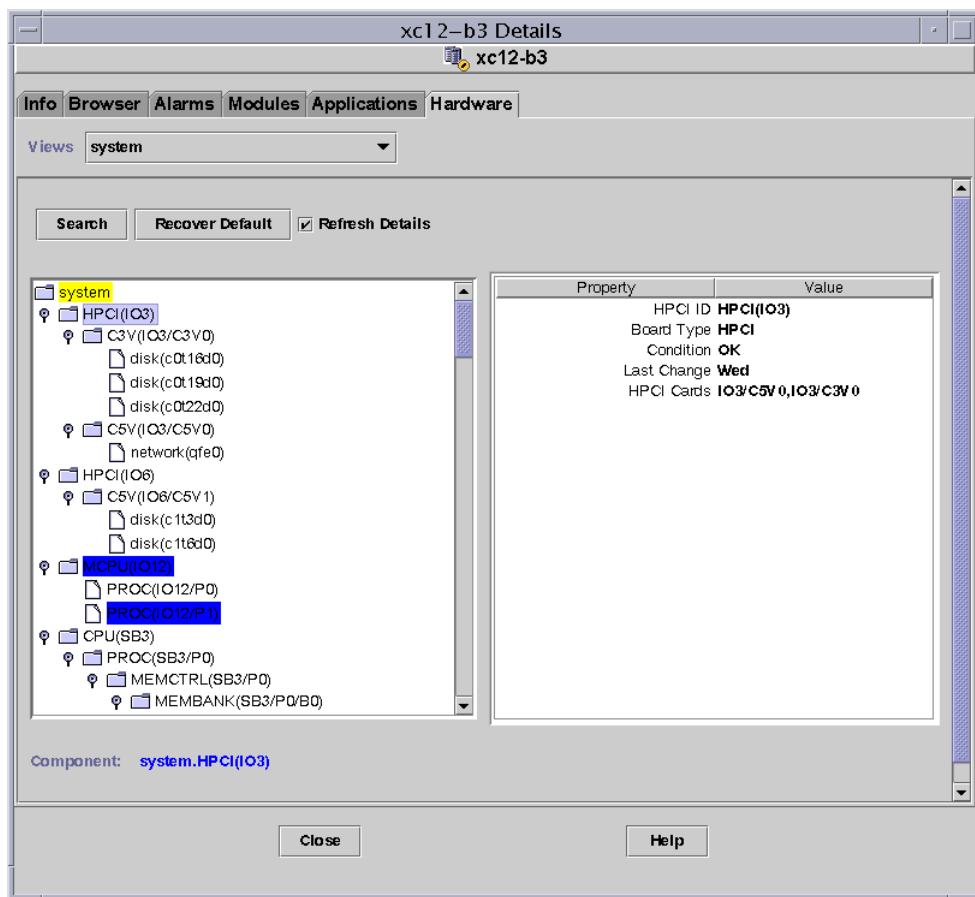

图 5-8 Sun Fire 15K/12K 域逻辑视图
4. 单击 “Expand All（扩展所有）” 按钮，然后单击左侧窗格的一个对象，以查看类似于图 5-8 的逻辑视图。